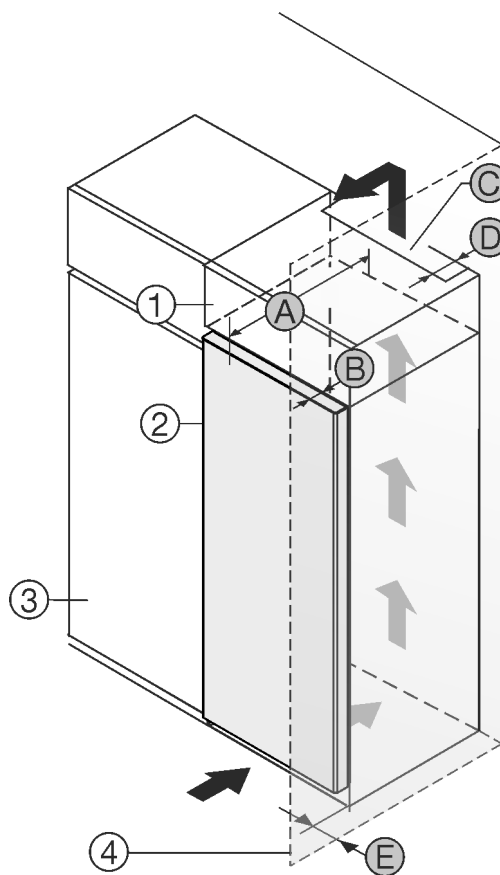

Fig. 1
- (1) Skapmodul *
- (2) Enhet *
- (3) Kjøkkenskap *
- (4) Vegg *
- (A) Enhetsdybde *
- (B) Dørdybde *
- (C) Ventilasjonstverrsnitt *
- (D) Avstand enhetens bakside *
- (E) Avstand på siden av enheten *
Du kan plassere apparatet rett ved siden av kjøkkenskapet Fig. 1 (3).*
På baksiden av skapmodulen over enheten må det installeres en ventilasjonskanal med dybden Fig. 1 (D) over hele skapmodulens bredde.*
Ventilasjonstverrsnittet Fig. 1 (C) under taket i rommet må overholdes.*
Hvis apparatet plasseres med hengslene mot en vegg Fig. 1 (4), må avstanden mellom apparatet og vegg være minst 13 mm.*
Hvis apparatet plasseres med hengslene mot en vegg Fig. 1 (4), må avstanden mellom apparatet og vegg være minst 20 mm.*
For at du skal kunne åpne døren helt, må apparatet røge dørdybden Fig. 1 (B) lenger ut enn fronten på kjøkkenskapene. Avhengig av kjøkkenskapenes Fig. 1 (3) dybde og bruk av veggavstandsstykker kan enheten røge enda lengre ut.*